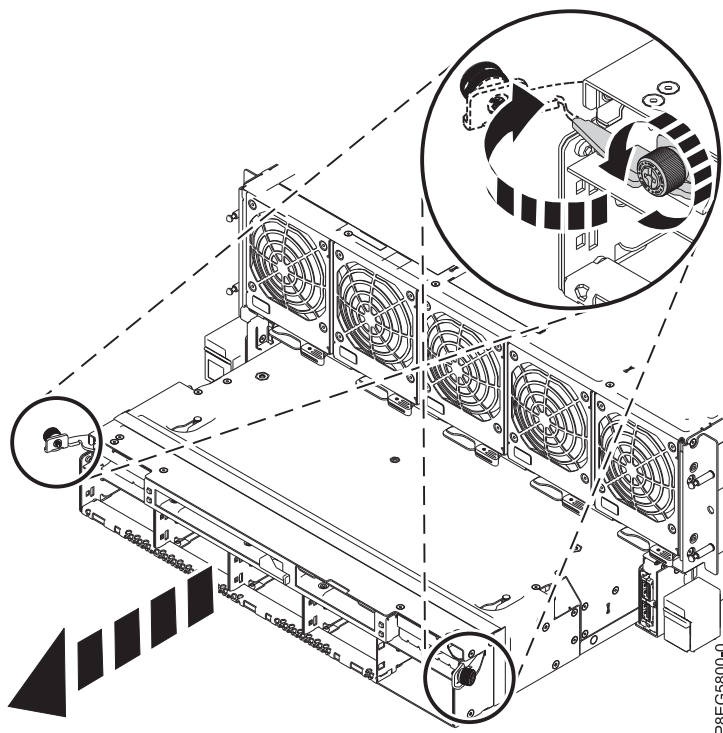

Abbildung 7. RAID-Baugruppe aus dem System ausbauen
7. Drehen Sie die Rändelschrauben in die gezeigte Richtung. Ziehen Sie die Verriegelungen heraus und bauen Sie die RAID-Baugruppe aus dem System aus (siehe Abb. 7).